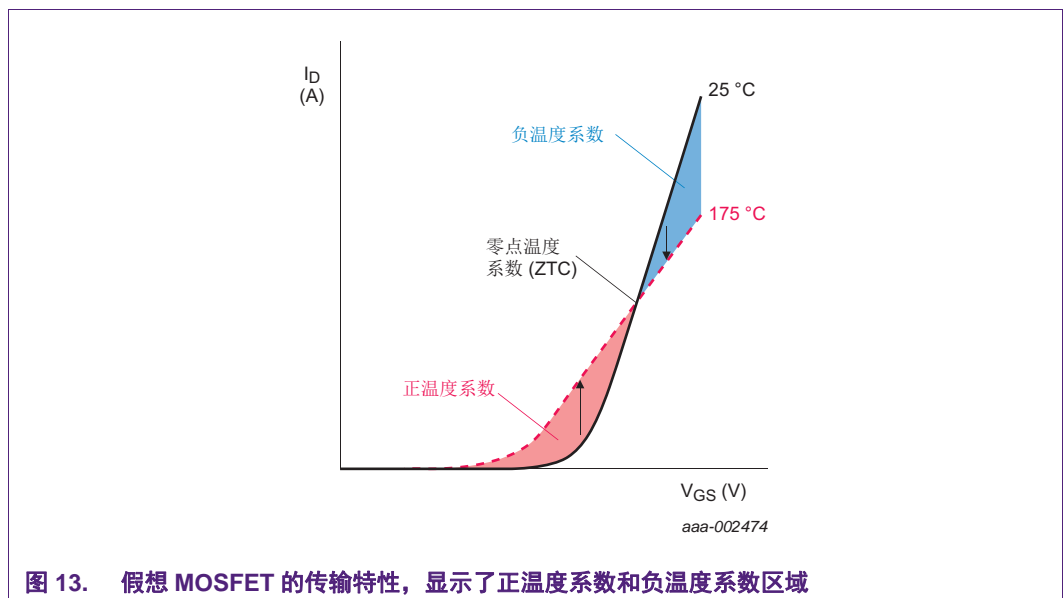

图 13. 假想 MOSFET 的传输特性，显示了正温度系数和负温度系数区域
当 MOSFET 导通时，存在两种相互竞争的效应，决定其电流随温度上升的性能。随着温度上升，阈值电压下降。MOSFET 将更有效地导通，因此导致电流上升。相反，硅片的电阻随温度上升而上升，因此导致电流下降。在恒定漏极 - 源极电压情况下，所产生的效应如图 13所示。当 MOSFET 的栅极 - 源极电压用于控制电流，或者当 MOSFET 开关非常缓慢时，就会发生这种情况。
器件受限于其击穿电压 V_{DS} ，如区域 (4) 所示。快速参考数据提供温度为 25 °C 或以上的 V_{DS} 值。在图 13 所示假想 MOSFET 中，额定值为 100 V。对于 BUK7Y12-55B 而言，其电压为 55 V。